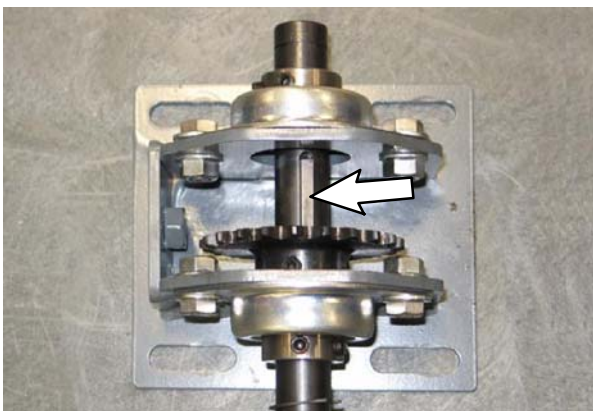

ABB. 41
3. Setzen Sie den Schlüssel (5) in den Schlitz im Lenkschaft (1) ein. (Abb. 41)